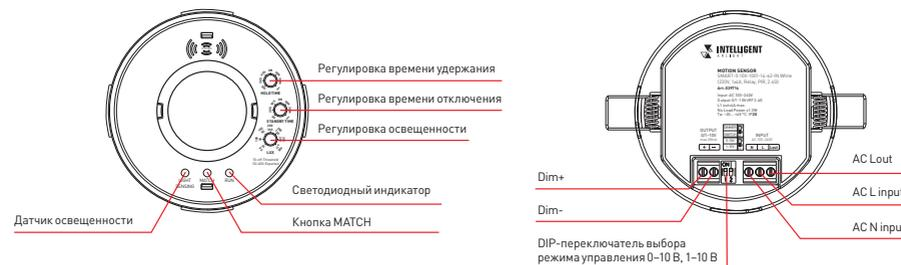

Рис. 1. Устройство датчика движения
- Извлеките устройство из упаковки и убедитесь в отсутствии механических повреждений. Устройство датчика движения представлена на рис. 1.